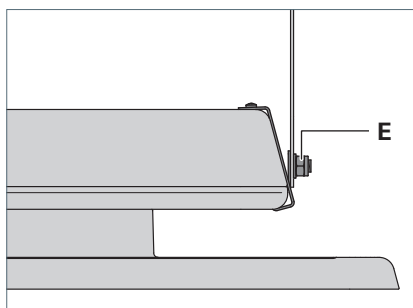

Fig. 11: Fissaggio dell'apparecchio d'illuminazione.
- ▶ Stringere i dadi esagonali **E** con una coppia di serraggio di **20 Nm** su entrambi i lati dell'apparecchio d'illuminazione, vedi Fig. 11.